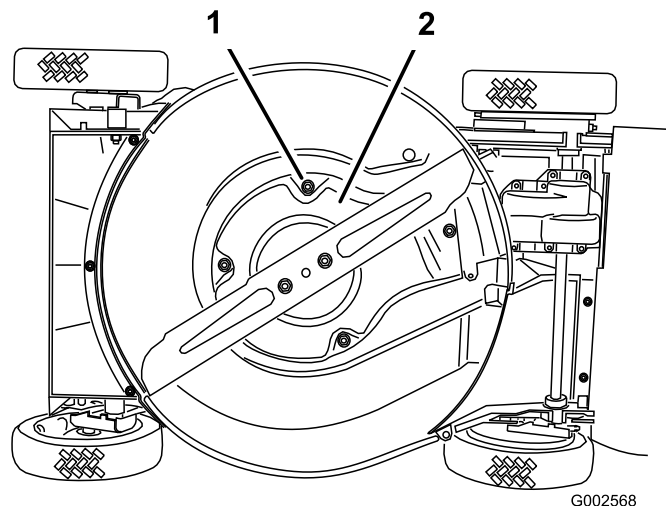

Figura 36
6. Retire los 4 tornillos que sujetan el protector (Figura 36)..